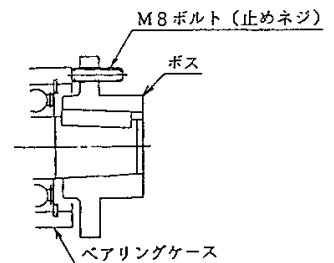

図 9-5
- ・ ボルト、あるいは六角穴付き止めネジを均等に締め込んでポスを主軸より取り外してください。(図 9-5)